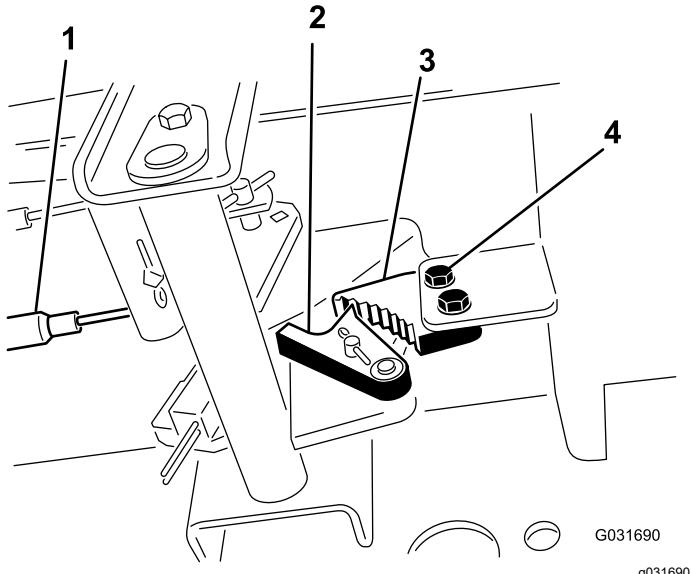

Figura 90
1. Afloje los 2 tornillos que fijan el trinquete del freno de estacionamiento al bastidor (Figura 90).
2. Pise el pedal del freno de estacionamiento hacia adelante hasta que la uña se enganche a fondo en el trinquete del freno (Figura 90).